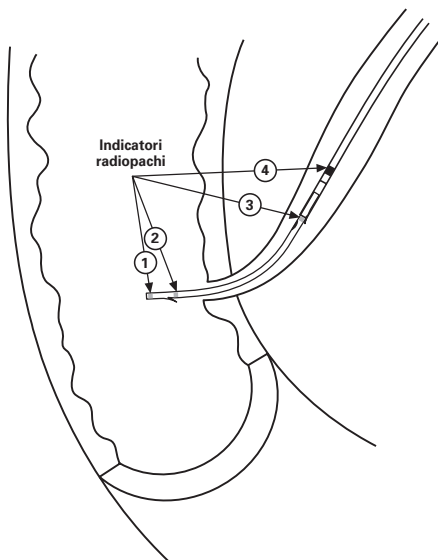

Fig. 3
13. Durante l'introduzione dello stent, il chirurgo rileverà i quattro indicatori radiografici nel corso della visualizzazione fluoroscopica e la porta di accesso laterale potrà essere utilizzata per l'iniezione del mezzo di contrasto ogni qualvolta si renda necessaria una migliore visibilità. **(Fig. 3)**
14. Il primo indicatore radiografico (1) appare sulla punta distale della guida interna, in corrispondenza della punta distale dello stent stesso.
15. Il secondo indicatore (2) appare sulla guida interna in una posizione corrispondente alla flangia distale dello stent e indica la posizione corretta dello stent nell'ampolla. Nel momento in cui questo indicatore è visibile all'interno del duodeno,